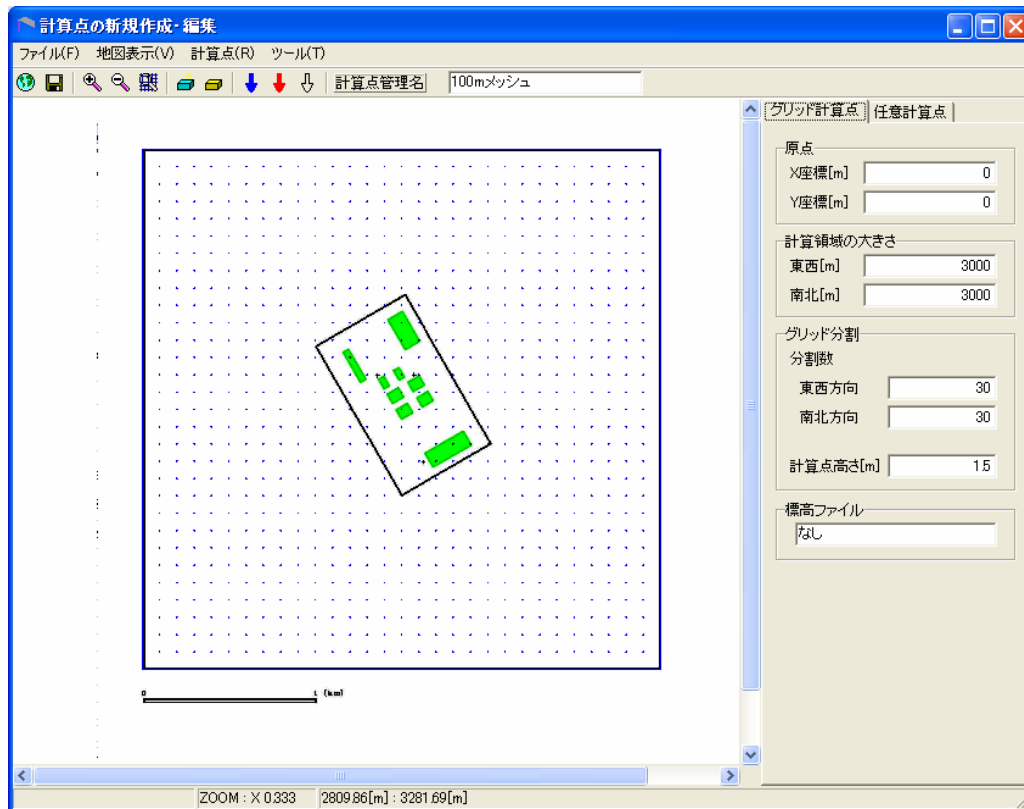

図 6.5-30 計算点の登録 (2)
- 5) 入力し終わったら、 を押します(図 6.5-30)。